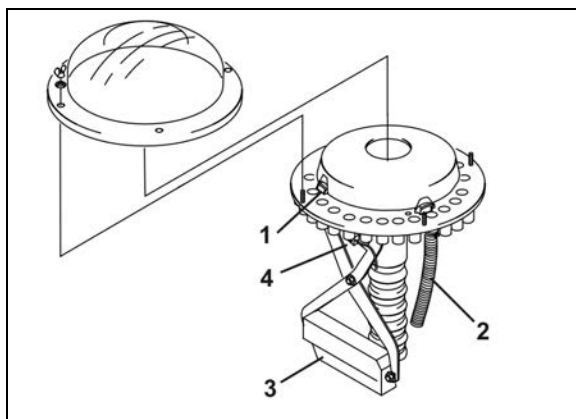

Рис. 67
- устройство переключения техколей закрывает в распределительной головке посредством заслонки (Рис. 67/1) подвод посевного материала к семяпроводам (Рис. 67/2) сошников техколей;
Подача посевного материала к сошникам техколей прерывается, как только электромотор (Рис. 67/3) закрывает соответствующие семяпроводы (Рис. 67/2) в распределительной головке.
Датчик (Рис. 67/4) проверяет, надлежащим ли образом работают заслонки (Рис. 67/1), открывающие и закрывающие семяпроводы (Рис. 67/2).